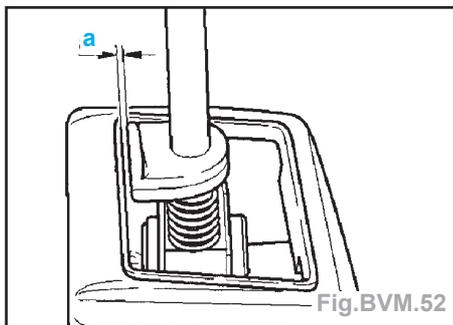

Fig.BVM.52
- L'écart (a) doit être de **2,0 mm** (Fig.BVM.52).